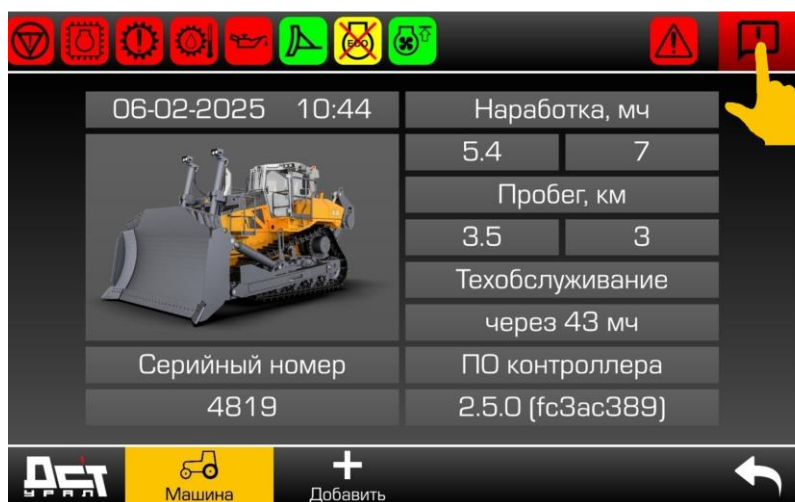

Рисунок 3.67. Просмотр сообщений об ошибках
- Убедиться в отсутствии ошибок ЭБУ трансмиссии и ДВС (при наличии). На панели уведомлений имеется кнопка, с помощью которой можно просмотреть сообщения об ошибках, см. рис. 3.67. Описание работы с дисплейным модулем см. п. 3.1.2 **Дисплейный модуль** или отдельное руководство, прикладываемое с трактором.